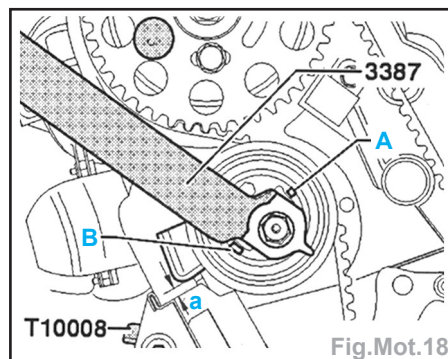

Fig.Mot.18
- Tourner l'excentrique à l'aide de la clé 3387 dans le sens d'horloge jusqu'à ce que l'ergot de l'excentrique se trouve directement devant la butée «B» (Fig.Mot.18).
- Tourner l'excentrique de façon à pouvoir retirer la clé T 10008 sans contrainte et de façon à ce que la cote «a» soit inférieure à 4 mm et tourner dans le sens horloge (l'ergot se déplace vers la butée «B» jusqu'à ce que la cote «a» soit atteinte :  $4 \pm 1$  mm) (Fig.Mot.18).